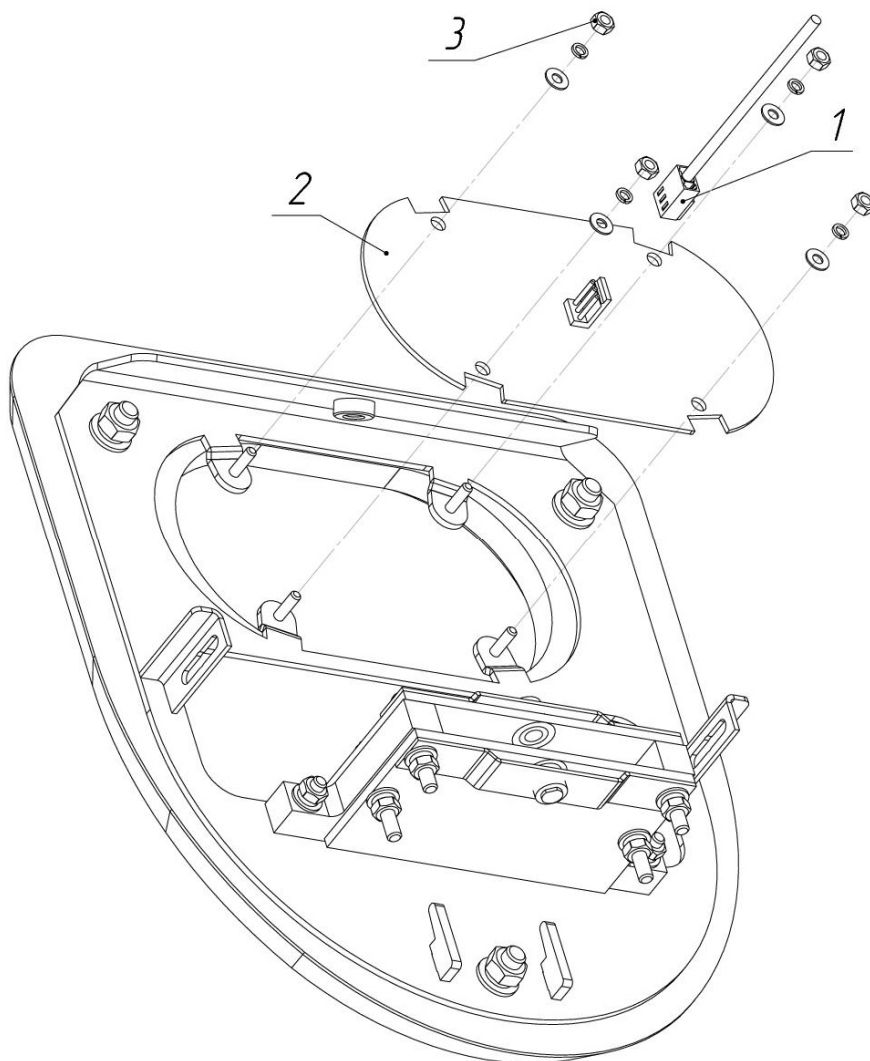

Рис. 8. . Схема установки платы индикации
6.2. Отсоедините разъем кабеля (1, рис. 8) от платы индикации (2, рис.8).
6.3. Открутите 4 гайки М3 (3, рис. 8), снимите гроверы и шайбы.